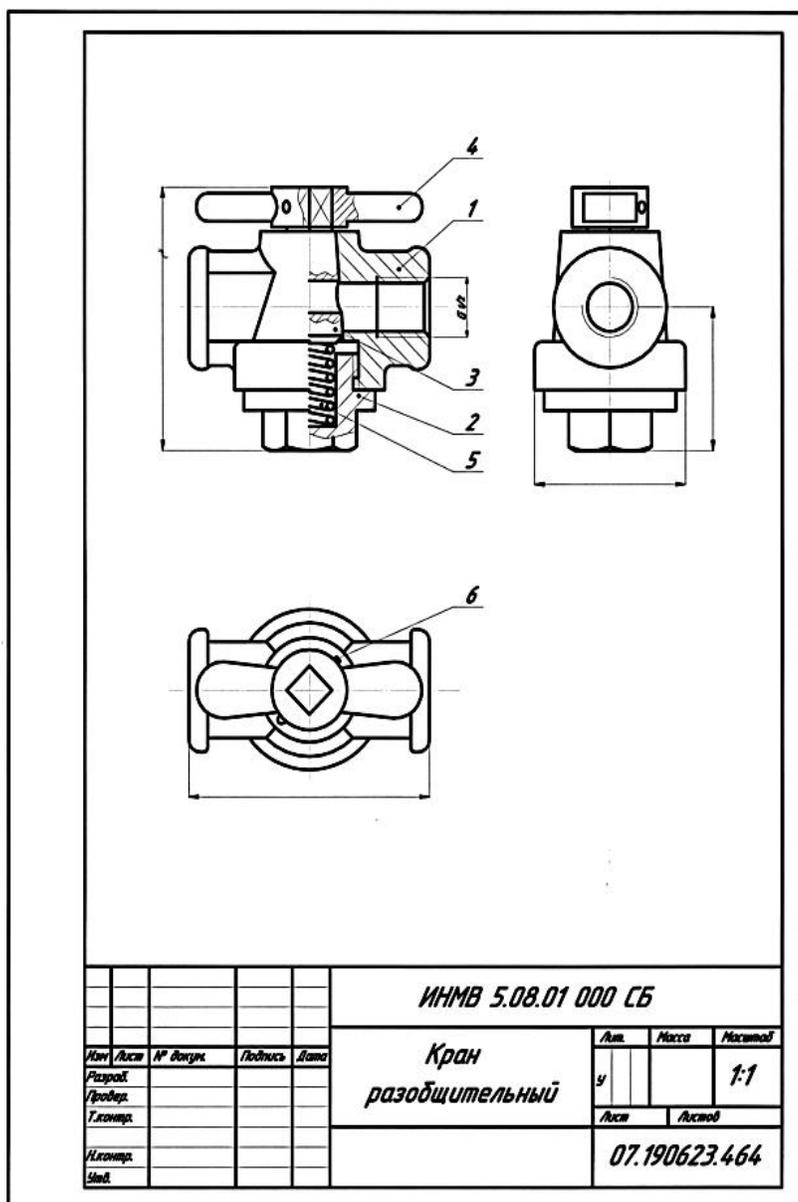

Рис. 78. Образец сборочного чертежа для самостоятельной работы № 6 (вариант 1)
4. Для формирования умений: выполнить эскизы деталей, сборочный чертеж узла технического средства железнодорожного транспорта, оформить спецификацию на форматах А4 по варианту, предложенному преподавателем (рис. 78–84), и предоставить их преподавателю в нужном виде отчетности.